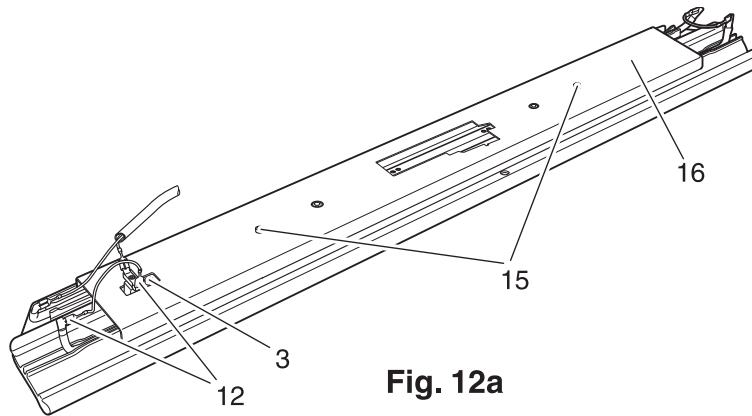

Fig. 12a
- Die Steckverbindung 12 der Thermosicherung des Heizschuhs abziehen (Fig. 12a).